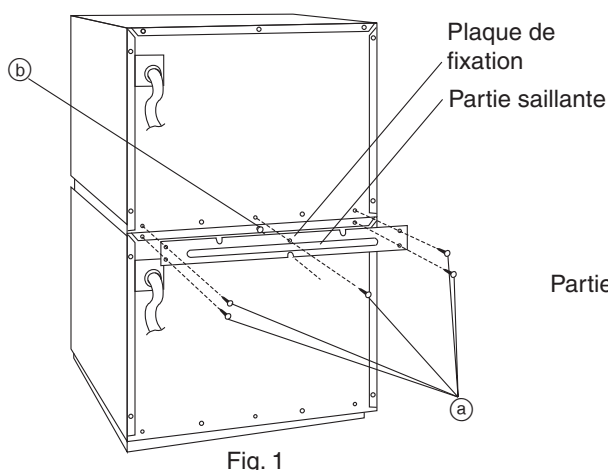
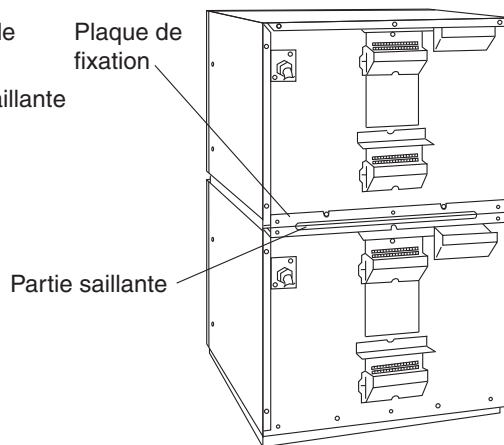

Fig. 1
Fig. 2
1. Superposer les fours et retirer les cinq vis ① comme indiqué sur la Fig. 1.
2. Desserrer la vis ②.
3. Positionner la plaque de fixation avec la partie saillante vers l'extérieur. La placer au-dessus de la vis ②.
4. Fixer et serrer les cinq vis ① et la vis ②. Voir Fig. 2.